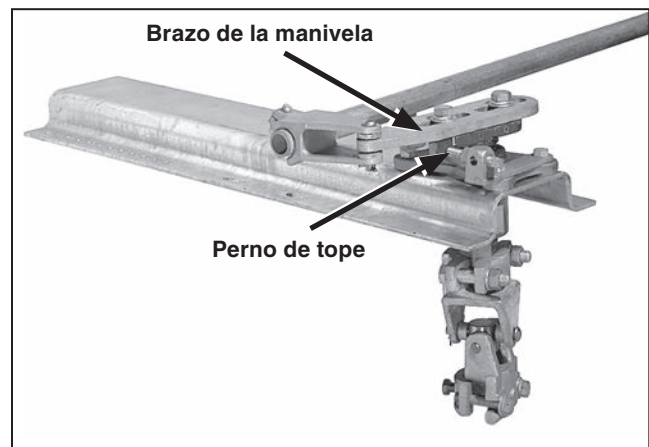

Figura 10. Brazo de la chumacera fuera de línea contra el perno de tope.
PASO 7. Asegúrese que el brazo de la palanca(s) de la chumacera fuera de línea toque su perno de tope. Vea la Figura 10.